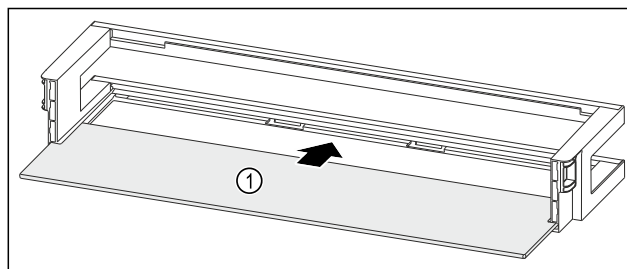

Fig. 215 Дверная полка со съемной полкой
- ▶ Вдвиньте съемную полку Fig. 215 (1) в боковые пазы.